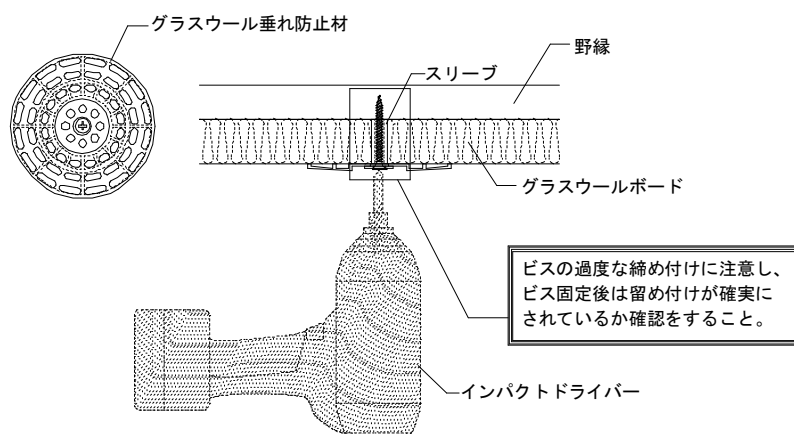

図 2-10-2 グラスウール垂れ防止材の設置注意事項
- ・グラスウール垂れ防止材固定時は、ビスの締め過ぎにより仕上げ面にシワがよらないように低速で締めつけ、野縁とのビス穴が広がらないように内部のスリーブが野縁に接触した後も過度な締めつけをしないこと。(図 2-10-2 参照)